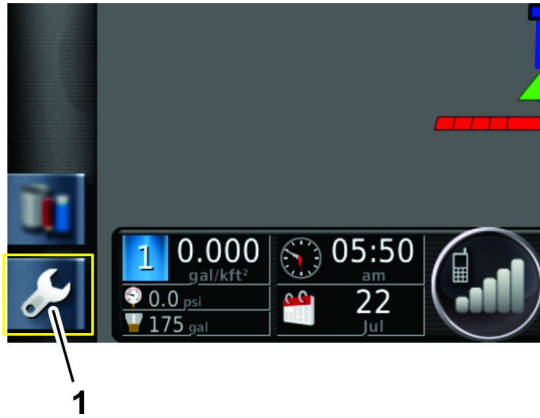

Figura 19
1. Pulse el icono CONFIGURACIÓN de la pantalla principal (Figura 19).